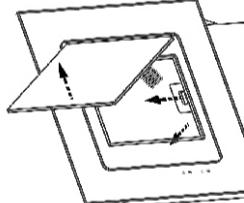

рис. 4
6.1.1 Перед установкой вытяжки снимите алюминиевый фильтр (рис. 4).
- потяните за нижний край откидной панели, как показано на рис.4 и откроите ее;
8.3 Для очистки алюминиевого фильтра извлеките его из вытяжки (рис.4). Произведите очистку фильтра с помощью щетки горячим водным раствором нейтрального моющего средства вручную или в посудомоечной машине (при 60°C). Сильно загрязненный фильтр не следует мыть в посудомоечной машине вместе с посудой.